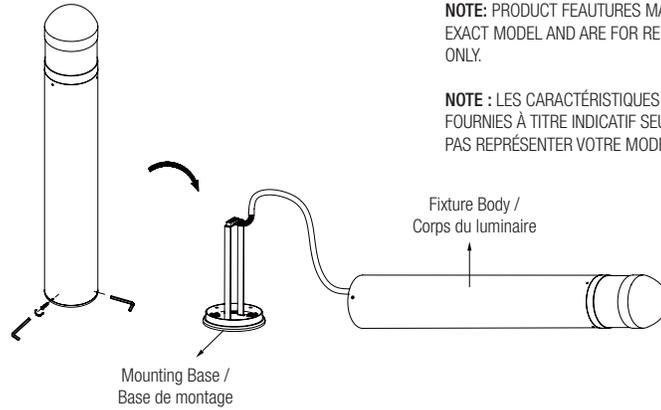

Figure 6
7. Using the hex wrench, loosen the 3 screws on the side of the bottom, and separate the fixture body from the mounting base. Fig. 6
7. A l'aide de la clé hexagonale, desserrez les 3 vis sur le côté du bas du corps, et séparez le corps du luminaire de la base de montage. Fig. 6